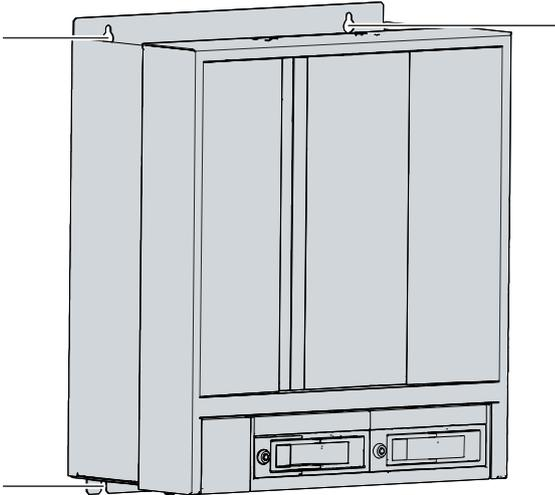

Abb. 19: Position Befestigungsschrauben
2. Heben Sie den PC soweit an, dass die Befestigungsschrauben in die Schlüssellöcher (siehe Abb. 19) rutschen.